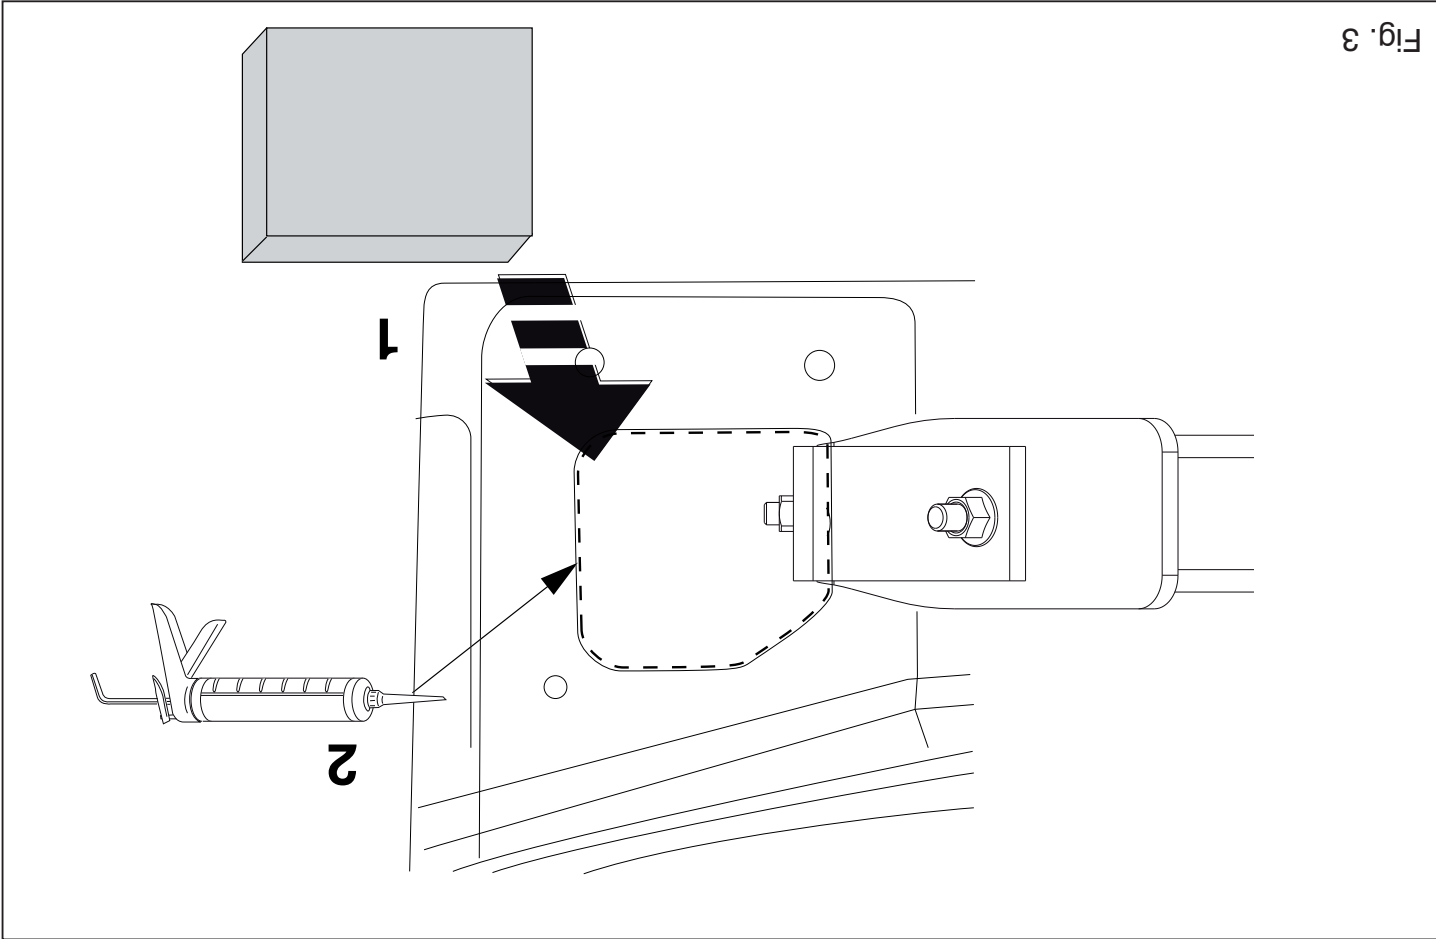

Fig. 3
10. Place the two PE foam blocks as sealing in the chassis members. Seal the portions indicated (see fig. 3).
10. Plaats de twee PE schuimblokken als afdichting in de chassisbalken. Kit de aangegeven delen af (zie fig. 3)
10. Die zwei PE-Schaumböcke als Dichtung in den Fahrgestellträger einsetzen. Die angegebenen Teile kiten (siehe Abb. 3).
10. Placer les deux blocs de mousse en polyéther en guise de colmatage dans les longérons de châssis. Boucher les parties indiquées (voir la fig.3).
delarna enligt figuren (se fig. 3).